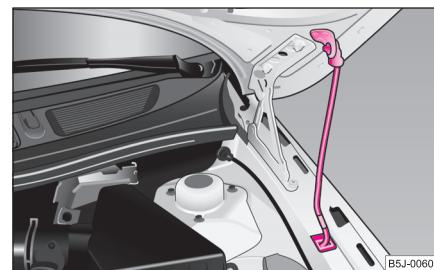

Fig. 156 Asigurarea capotei motorului cu tija de susținere
- Ridicați tija din suport și introduceți-o în orificiul prevăzut pentru aceasta ⇒ pagina 173, fig. 156.